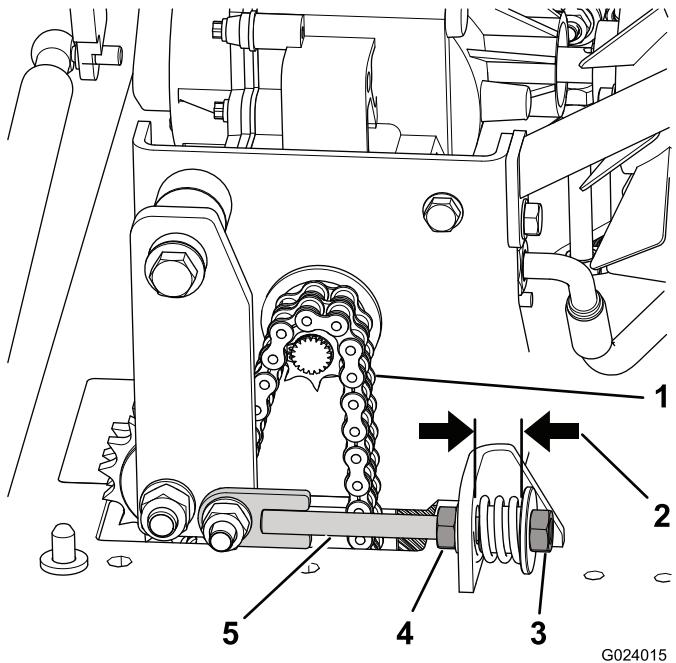

図 34
- テンションロッドのジャムナットをゆるめる図 34。
- テンションナットを締めるかゆるめるがして、スペーサと固定ブラケットとの距離が19 mm になるように調整する図34を参照。